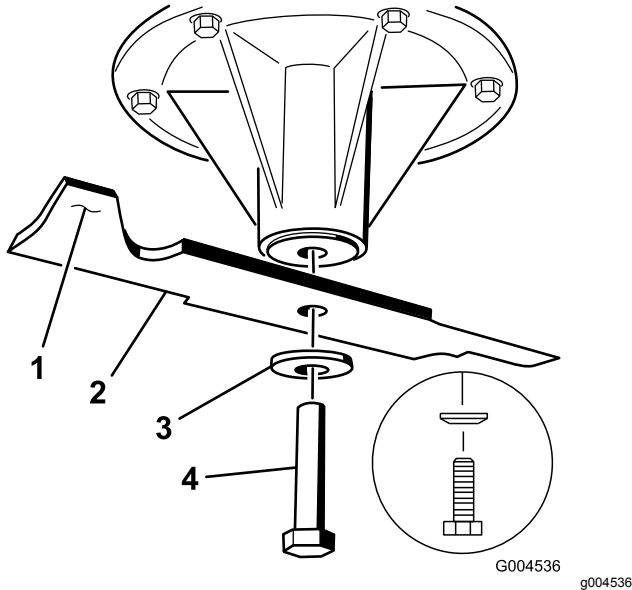

Figure 111
2. Enlevez de l'axe, le boulon, la rondelle bombée et la lame (Figure 111).
1. Placez la lame sur l'axe (Figure 111).
2. Montez la rondelle bombée et le boulon de lame (Figure 111).